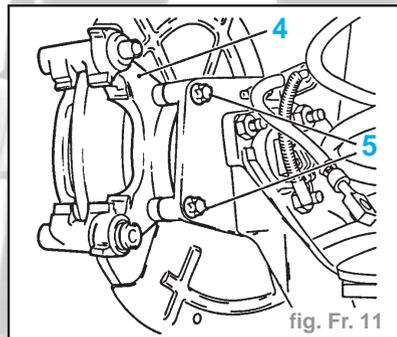

fig. Fr. 11
- Déposer la vis de fixation (3) avec tôle de guidage de l'étrier de frein.
- Retirer l'étrier de frein du support de frein (4). Déposer les vis de fixation (5) du support de frein du plateau-support de frein et retirer le support de frein (fig. Fr. 11).